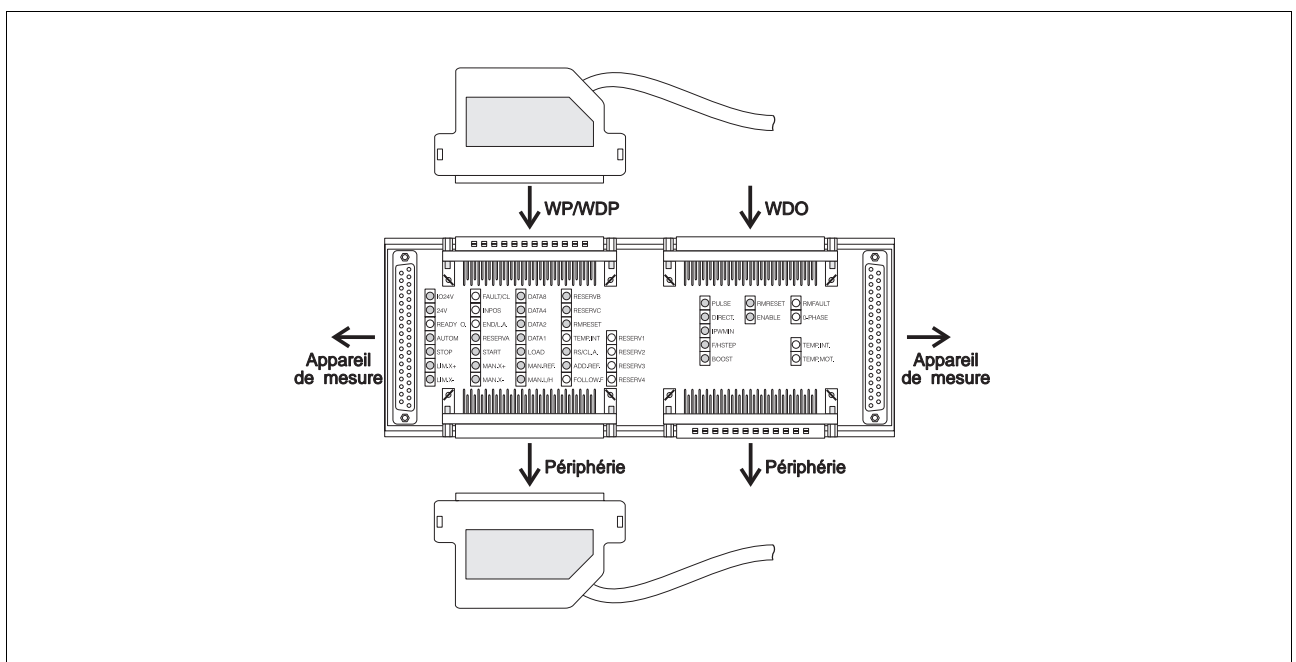

Figure 6-13 Mise en service testeur d'interfaces D 690
2. Relier par câble le testeur d'interfaces D 690 et l'appareil WP/WDP ou WDO et la périphérie, voir figure 6-13.